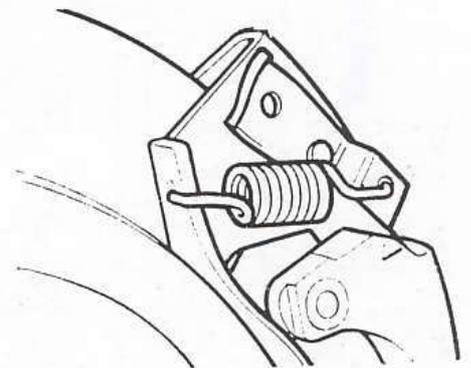

Fig. 101. — L'axe du cavalier vient d'être chassé
- Chasser les quatre axes (fig. 101).